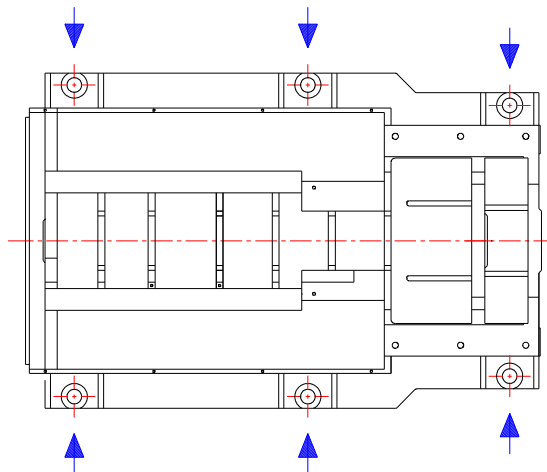

FIG. 4.6.2 LEVELING ADJUST
- a. ADJUST THE LEVEL OF THE MACHINE BY THE LEVELING BOLTS (FIG. 4.6.2)